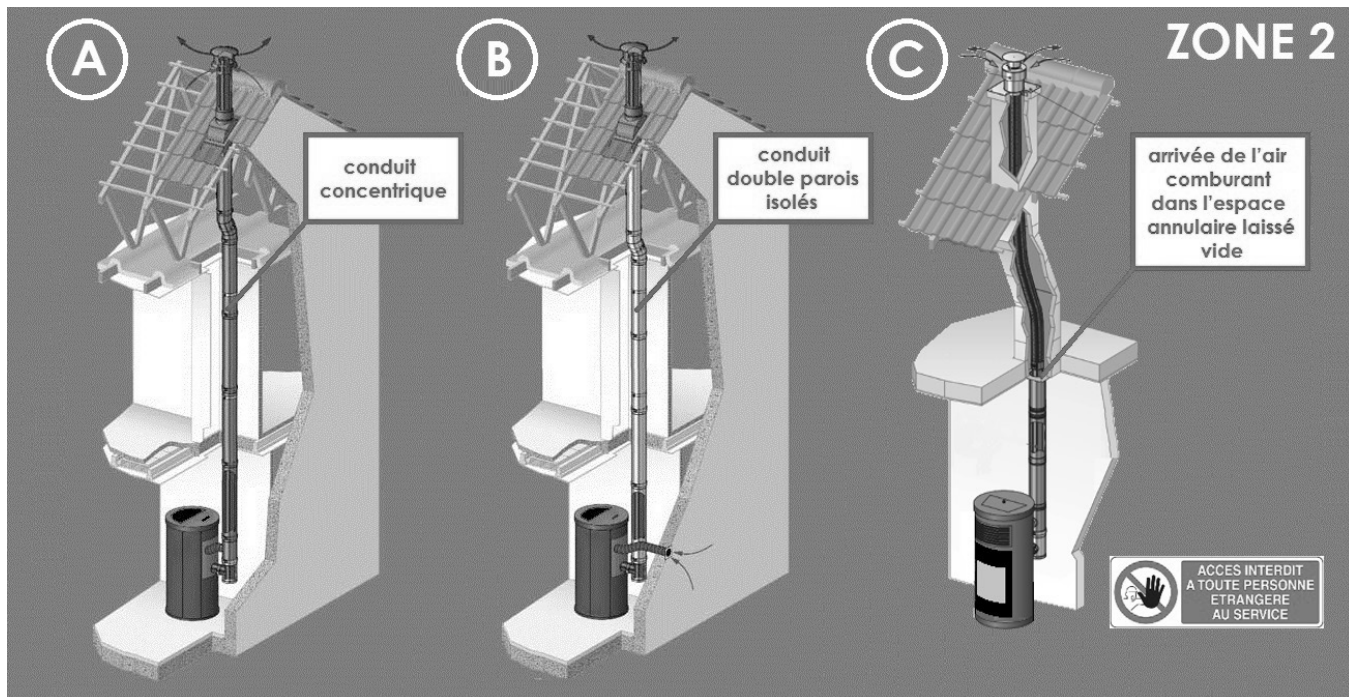

Fig. 10 - Schéma de principe des 3 types de système concentrique avec terminal vertical (ZONE 2)
ATTENTION : exception sur le prélèvement d'air comburant de l'espace interstitiel du conduit concentrique (C). CADEL et FREEPOINT n'autorisent pas que l'on prélève de l'air comburant de l'espace annulaire laissé vide dans le cas d'un tubage de conduit maçonné comme suggéré dans le schéma dans Fig. 10, cas (C).